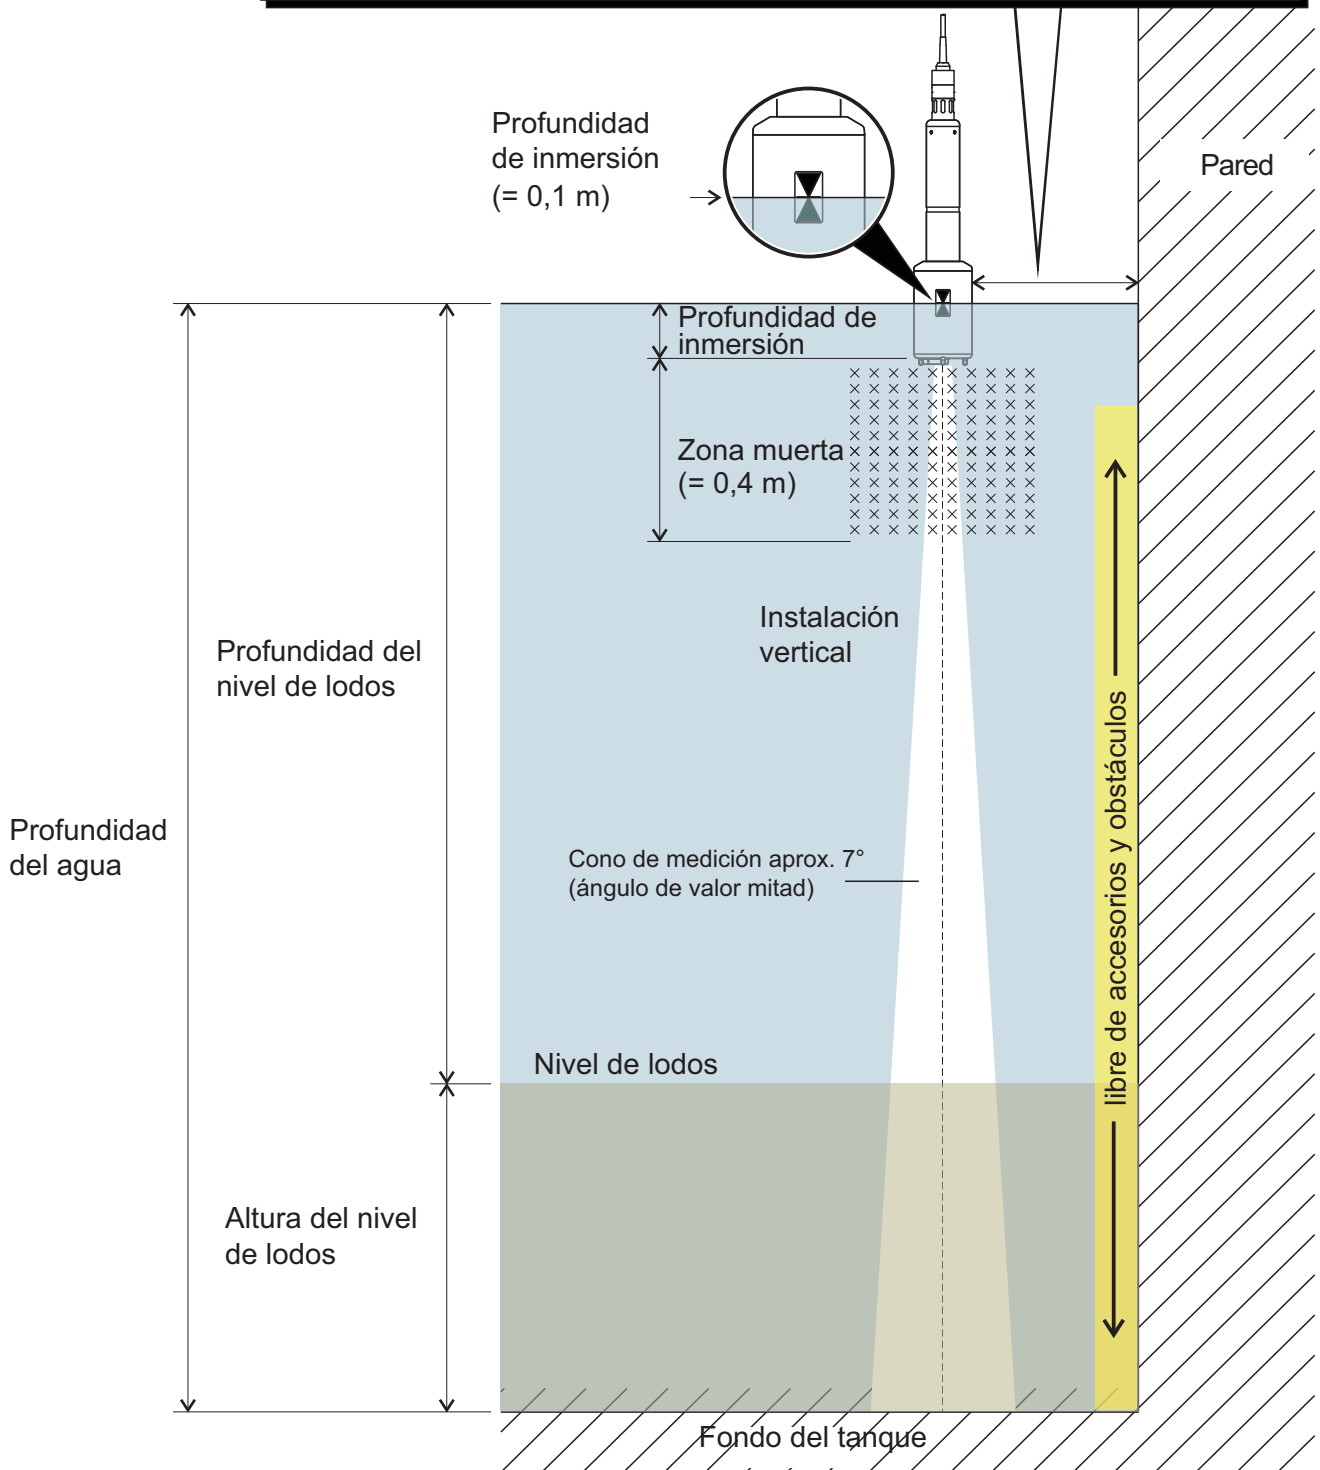

Fig. 3-1 Entorno de instalación ideal
- Distancia suficiente con respecto a la pared de la cuenca (distancia mínima, ver fórmula en Fig. 3-1).